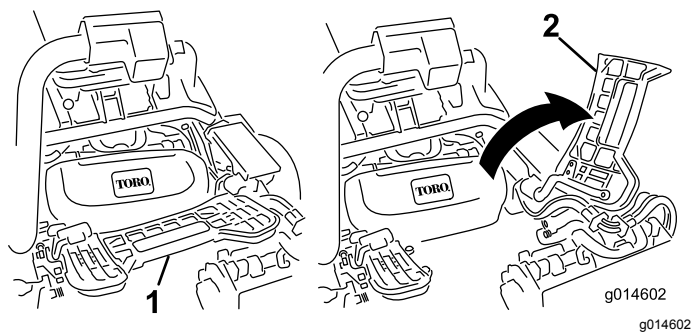

图10
3. 如果安装中间滚刀组应提起搁脚板向上翻以便接触到中间滚刀组位置图10。